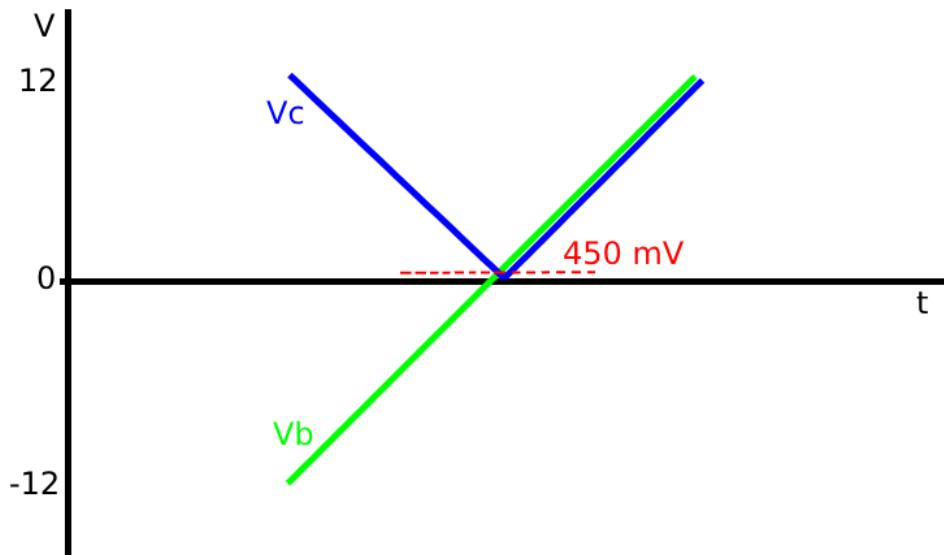

Figura 16: Imagen de la onda siendo dobrada.
El bloque principal es el Plegador, cuyo funcionamiento es el siguiente: cuando la señal de entrada esté entre, por ejemplo, -12 V y alrededor de 450 mV, el voltaje del colector (VC) cae en sincronía con el voltaje base. Pero después de que los voltajes de la base y del colector se encuentran, sucede algo extraño, el voltaje del colector comienza a aumentar nuevamente, ya que se saturo el transistor (intentamos introducir más corriente en el colector de la que está disponible), tal como se muestra en la figura 16.
Como resultado, pasa menos corriente a través de la resistencia superior y el voltaje debajo de ella comienza a aumentar. Más precisamente, por cada voltio agregado en la base, el voltaje del colector aumentará en la misma cantidad. Esto significa que se tiene dos regiones distintas en la figura 16: una donde el voltaje del colector es aproximadamente el inverso del voltaje de la base y